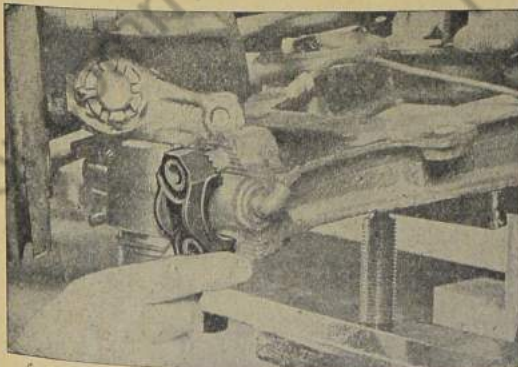

Bild 785: Querlenkerdeckel abnehmen
7. Querlenkerdeckel durch leichte Hammerschläge lösen und abnehmen (Bild 785).